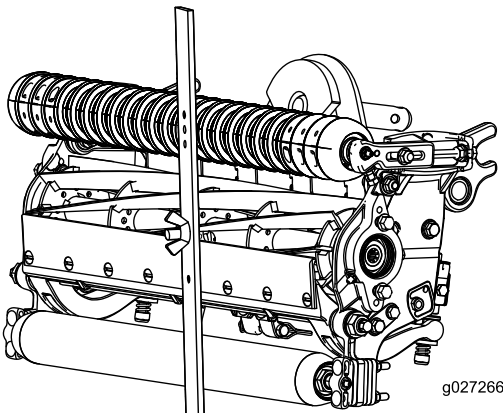

Figura 17
- 4. Agganciate la testa della vite sul tagliente della controlama e appoggiate l'estremità posteriore della barra sul rullo posteriore (Figura 17).
- 5. Ruotate la vite di regolazione finché il rullo anteriore non toccherà la barra di riferimento (Figura 17). Regolate entrambe le estremità del rullo finché l'intero rullo non è parallelo alla controlama.